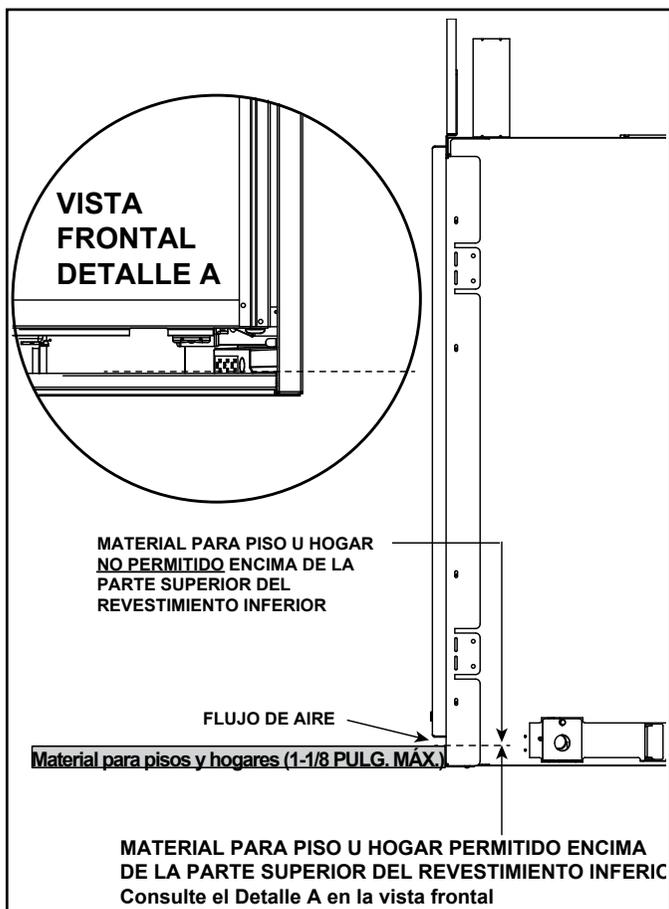

Figura 3.17 Material para pisos y hogares permitidos
- Se puede colocar material para pisos y hogares hasta la parte superior del revestimiento inferior, pero no sobre él, para permitir el flujo de aire adecuado desde el aparato. Consulte la Figura 3.17.